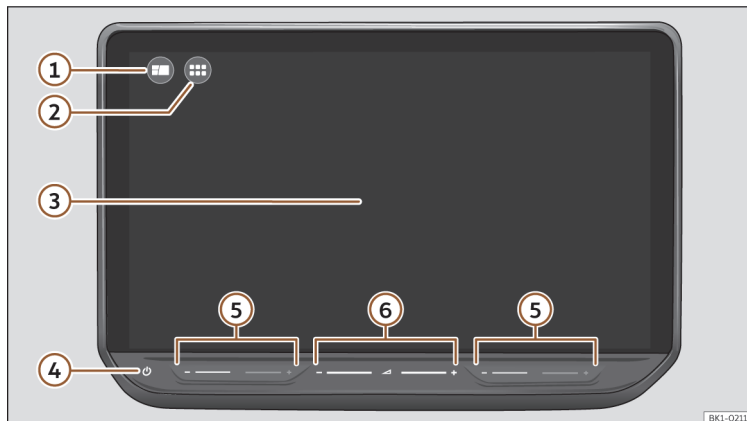

**Fig. 173** Quadro geral: unidade de comandos.
Personalize o menu superior ou a vista HOME >>> **Fig. 173** ① para aceder rapidamente às suas funções favoritas ou às que utiliza com maior frequência.